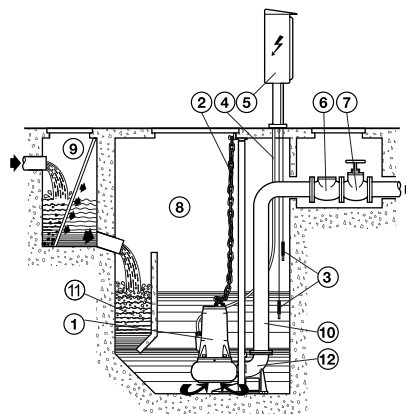

Fig. 6
- fixă cu electropompa poziționată pe piciorul de susținere blocat pe fundul puțului sau bazinului de colectare (fig. 6).
5.2.2 INSTALARE FIXĂ CU CARLIG AUTOMAT PE PICIORUL DE SUPORT (FIG. 6)
În timpul funcționării electropompei trebuie să fie complet scufundată în lichidul pompat. Pentru pompele neprevăzute cu întrerupător automat cu plutitor incorporat, este necesară instalarea unui sistem de control cu sonde (fig. 6) sau cu plutitor sau alte aparate care să asigure nivelul minim al lichidului și care să protejeze electropompa împotriva mersului pe uscat.